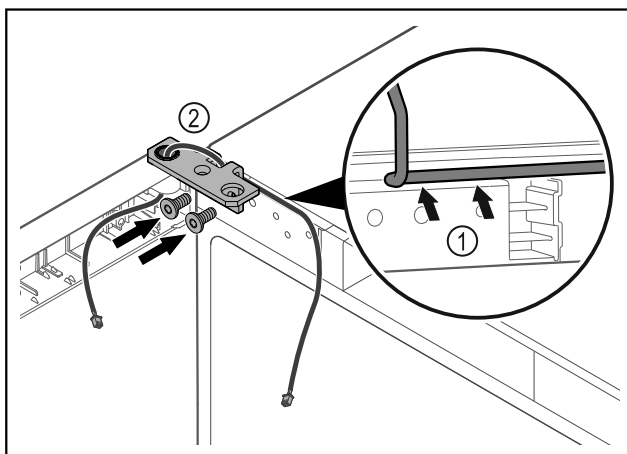

Fig. 37
- ▶ Vezesse át a kábelt a csuklópánton lévő nyíláson, majd óvatosan fektesse le Fig. 37 (1).
- ▶ Csavarozza fel a csuklópántot Fig. 37 (2).